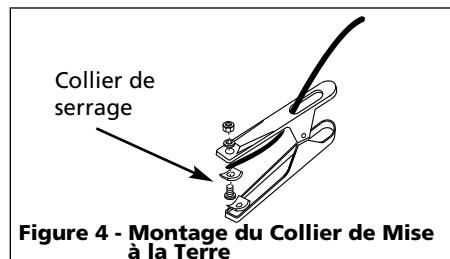

Figure 4 - Montage du Collier de Mise à la Terre
2. Introduire le cordon à travers le manche du collier et glisser le fil nu sous le bloc du collier. Serrer le boulon hexagonal en s'assurant que le fil nu soit bien fixé (Figure 4).